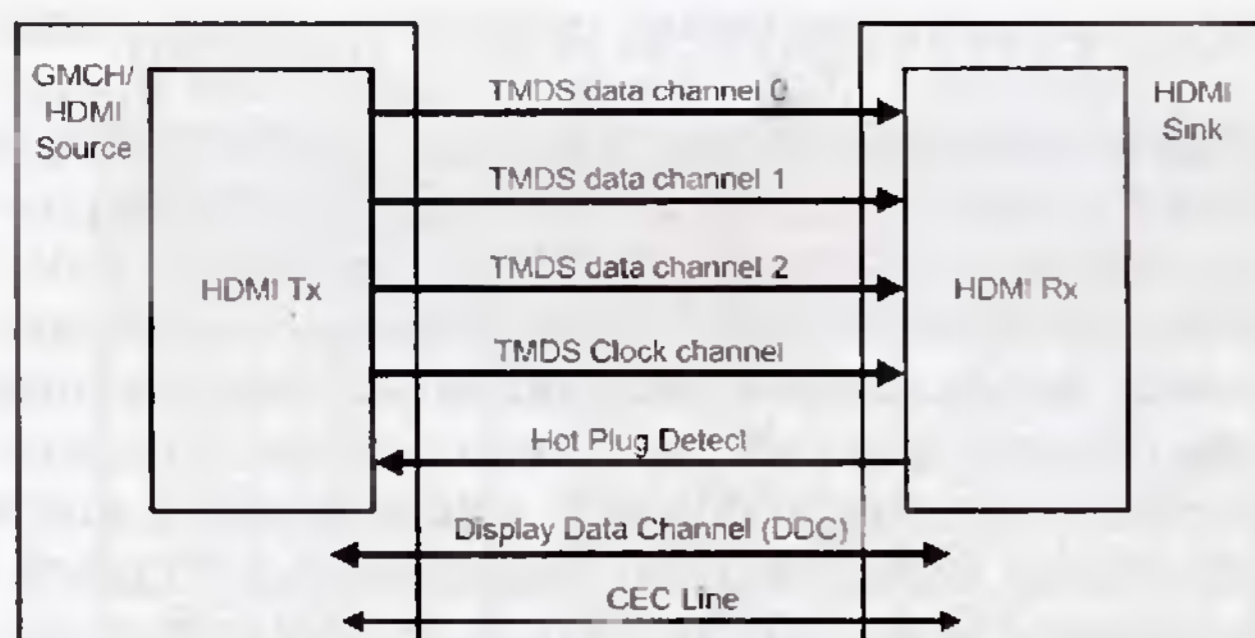

Рис. 13. Интерфейс HDMI
**Интерфейс HDMI.** Интерфейс HDMI служит для передачи несжатого видеосигнала в формате HD и несжатого многоканального звука по одному кабелю (рис. 13).